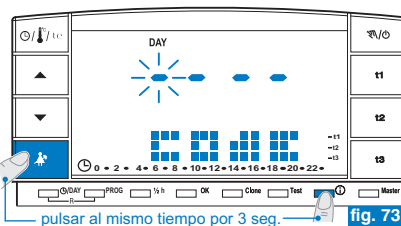

fig. 73
- Para registrar una contraseña presionar (por 3 seg.) las teclas **▲** y **Ⓢ**. En la pantalla aparecerá el mensaje **CODE** y el primer guión a la izquierda parpadeará (fig. 73).
- Si la contraseña está activada y se intenta activar una de las funciones protegidas, en la pantalla aparecerá el mensaje **COdE** y el primer guión de la izquierda parpadeará (fig. 73).